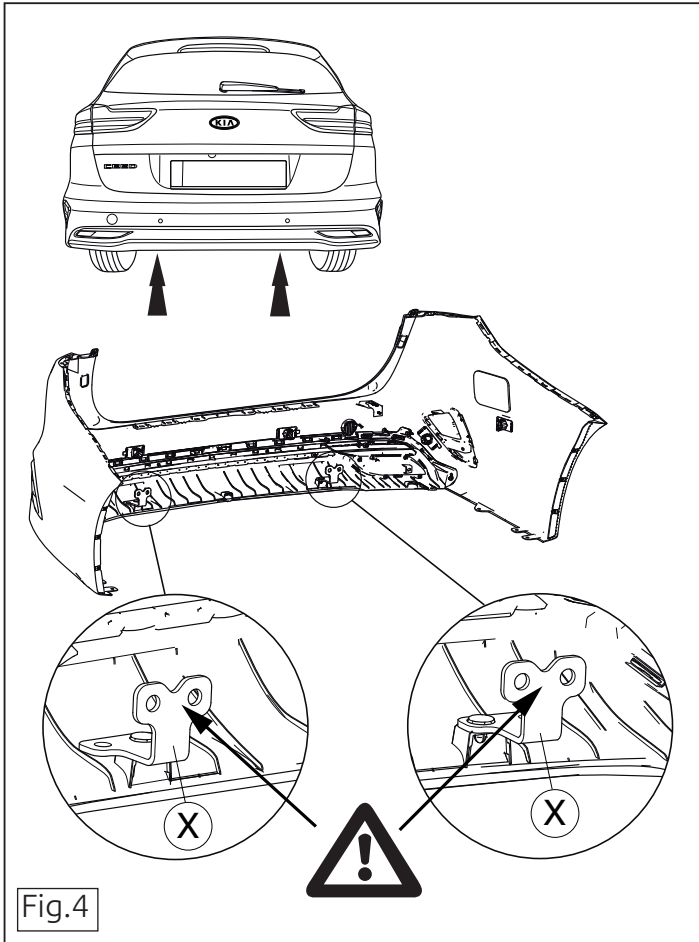

Fig.4
8. Закрепите нижнюю часть бампера. См. рисунок 4.